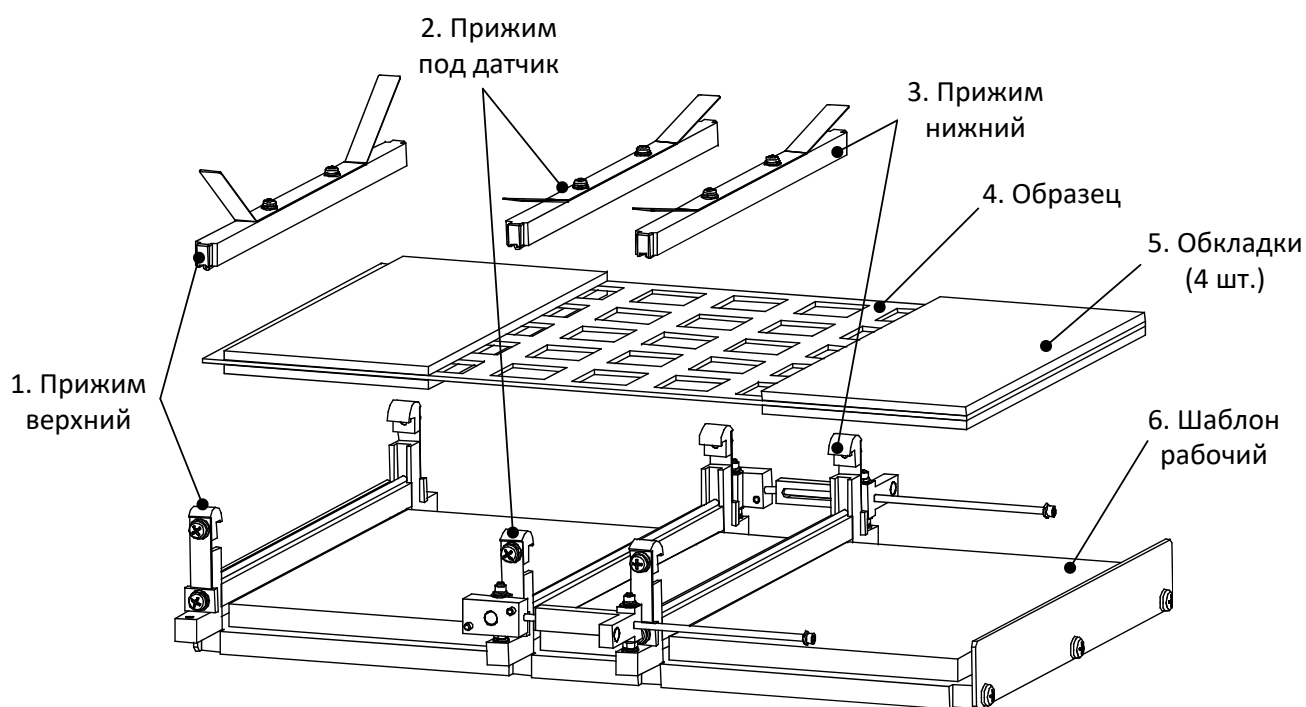

Рисунок 5 – Приспособление для образца
2.4.3 На основание приспособления для образца (см. рисунок 5, страница 9) установить фиксирующие планки (поз. 3, 8).